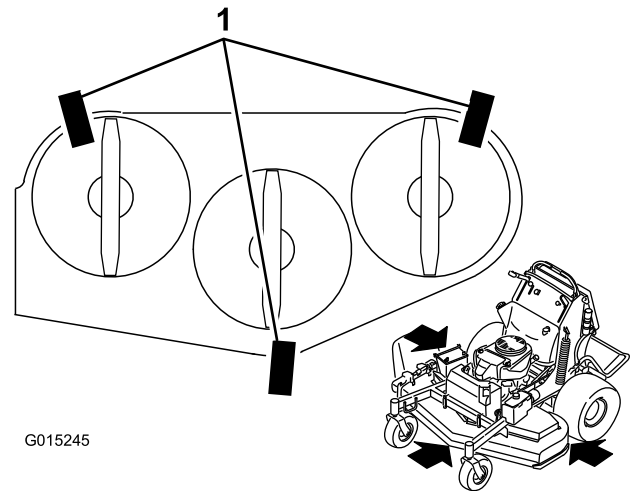

Figura 86
1. Coloque tres trozos de madera de 2 x 4 pulgadas debajo de la carcasa del cortacésped, según se muestra en Figura 86.